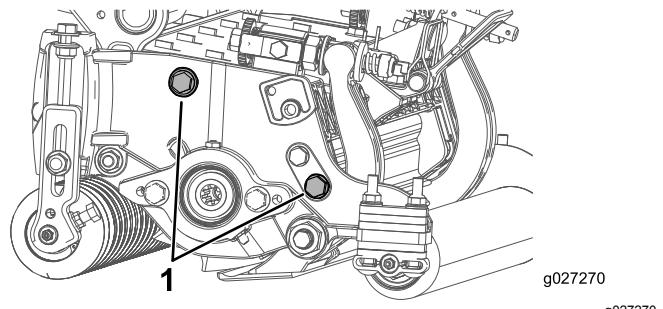

Figura 13
**Nota:** La posición del rodillo trasero respecto al molinete es controlada por las tolerancias de mecanizado de los componentes ensamblados; por tanto, no es necesario ajustar el paralelismo. Es posible hacer ajustes limitados colocando la unidad de corte en una chapa plana y aflojando los tornillos de montaje de las chapas laterales (Figura 13). Ajuste y apriete los tornillos de cabeza hexagonal. Apriete los tornillos a 37–45 N·m.